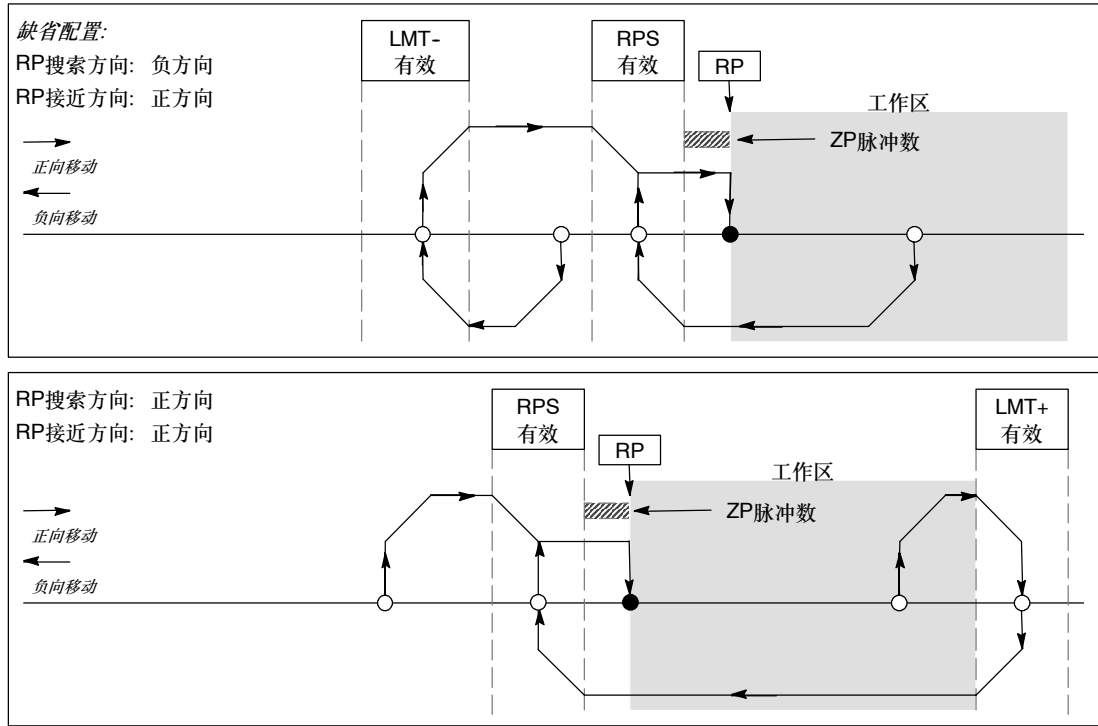

图9-16 RP搜索：模式3
- 图9-16显示RP查找模式3的两种选项。这种模式将RP定位在RPS输入有效区域之外的指定数量的零脉冲（ZP）处。